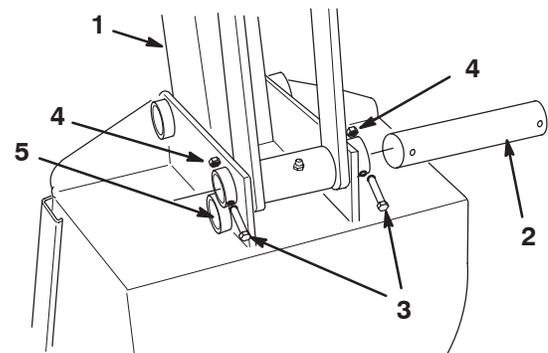

Figure 32
1. Retirer les boulons et écrous de fixation de l'axe supérieur du godet (Fig. 32).
3. Pivoter le godet vers le haut pour aligner la seconde paire de trous face aux trous de montage dans le bras de godet (Fig. 32).